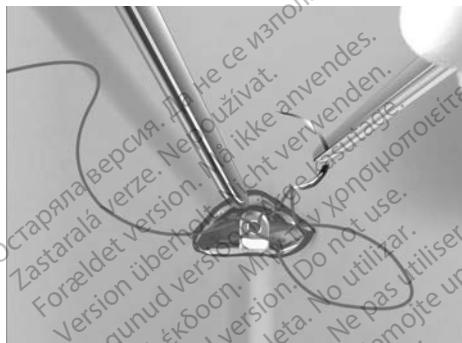

Figura 15. Anclaje de la punta distal del electrodo
12. En la incisión superior, fije el orificio de anclaje a la fascia con las suturas colocadas previamente del paso 6 (Figura 15 Anclaje de la punta distal del electrodo en la página 47).